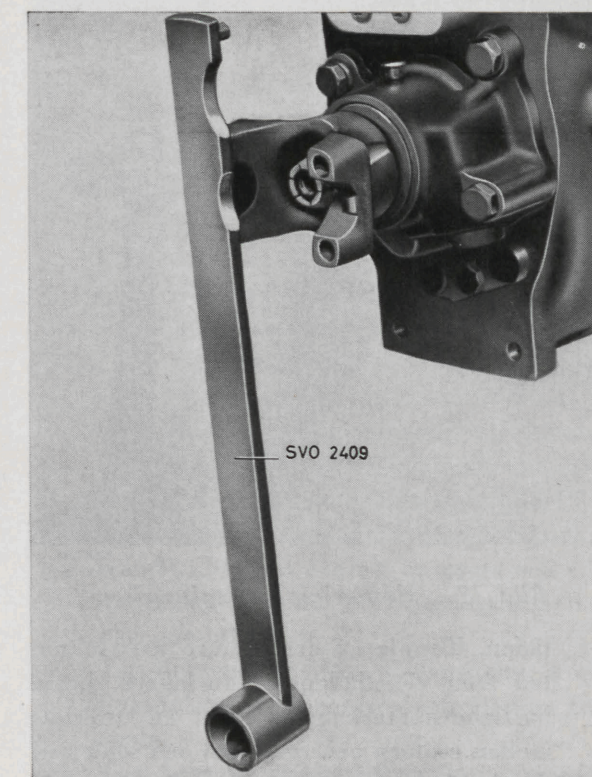
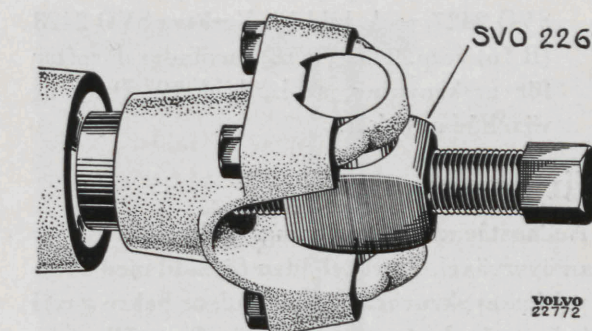
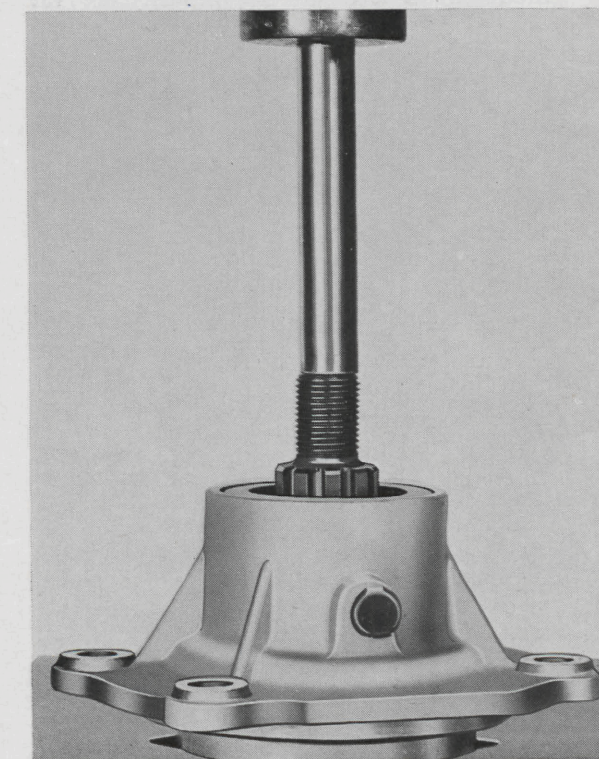

Bild 14. Mothåll för medbringare.
Bild 15. Demontering av medbringare.
Bild 22. Isärtagning av huvudaxel, M 30.
2. Lossa muttern för medbringaren. Använd därvid nyckel SVO 2409 som mothåll, se bild 14. Drag av medbringaren. Använd avdragare SVO 2261 för runda och SVO 2262 för övriga medbringare, se bild 15.
Lossa muttern för medbringaren. Använd därvid verktyg SVO 2409 som mothåll, se bild 14. Drag av medbringaren. Använd avdragare SVO 2261 för runda och SVO 2262 för övriga medbringare, se bild 15. Skjut kopplingshylsan för 1:an och backen framåt. Placera axeln i en press och stöd under bakre locket. Pressa ut axeln med en dorn, se bild 22.